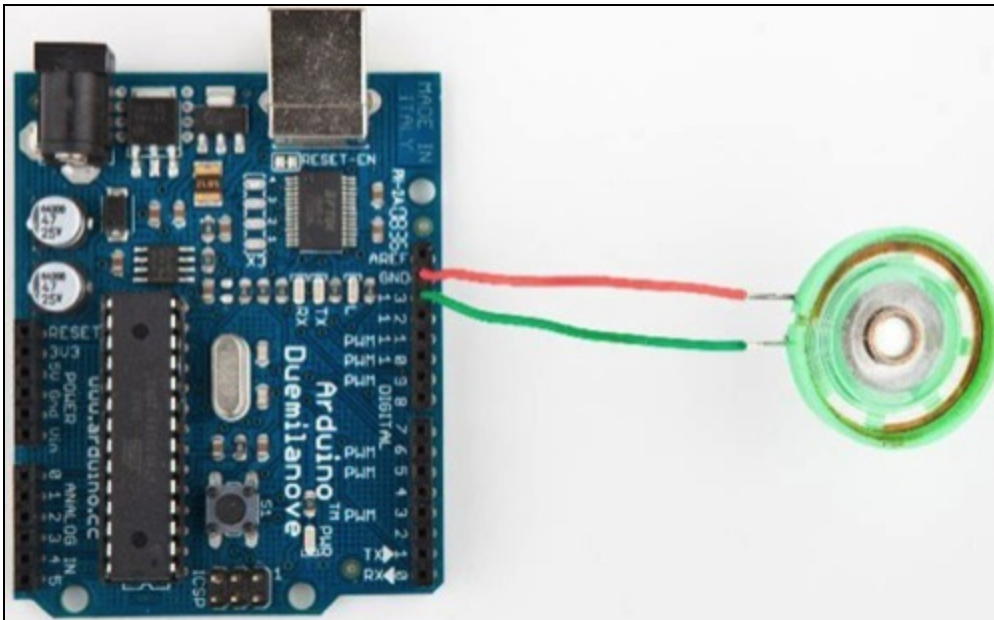

Figura 4.3 Collegare un altoparlante alla scheda Arduino è facile.
- L'accensione dei led produce un effetto interessante ma il codice Morse è in genere associato alla ricezione di segnali audio. Sostituite il led con un altoparlante piezo, di basso costo e semplice da utilizzare. La Figura 4.3 mostra il collegamento di un altoparlante alla scheda Arduino. Gli altoparlanti hanno un pin di massa e un pin di segnale: collegate tra loro i pin di massa dell'altoparlante e di Arduino, mentre